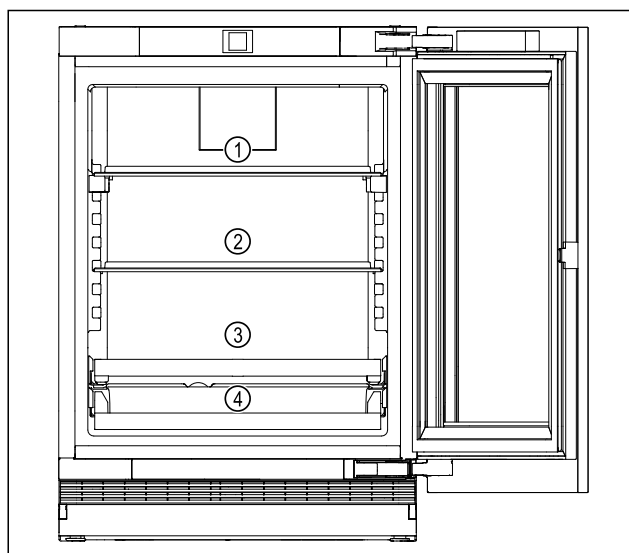

Fig. 5 Immagine a titolo di esempio
- Area superiore Fig. 5 (1): Conservare lattine, piccole bottiglie.
- Area centrale Fig. 5 (2): Conservare lattine, piccole bottiglie.
- Area inferiore Fig. 5 (3): Conservare lattine, piccole bottiglie.
- Vassoio per bevande (4): Conservare lattine, piccole bottiglie.